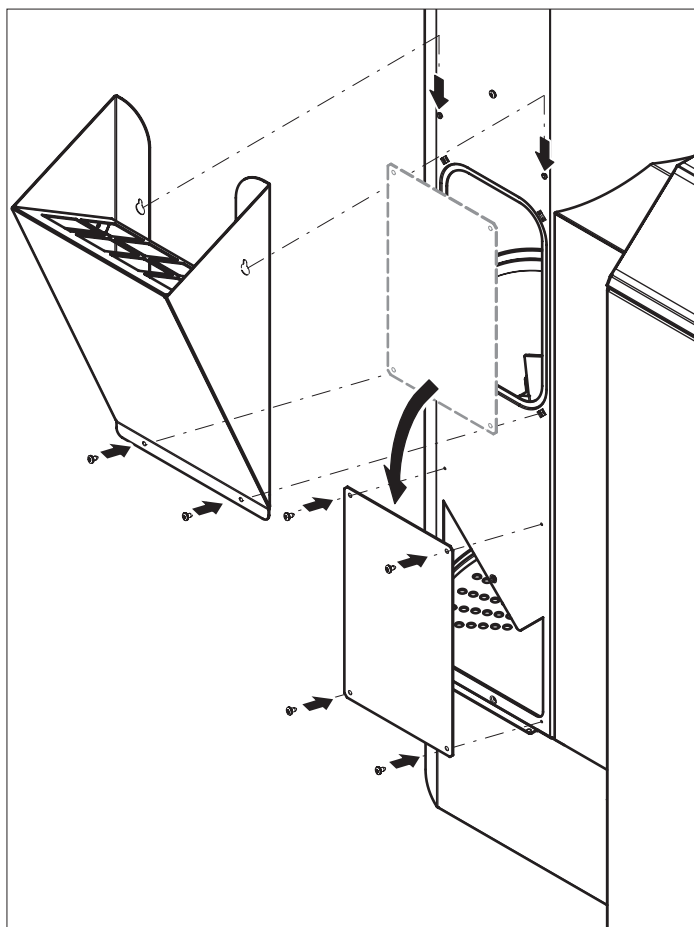

Fig. 78 Montare il contenitore pellet e il coperchio di revisione
- ▶ inserire i pellet nella stiva attraverso l'apertura di revisione con un piccolo secchio o una paletta, oppure fissare il contenitore pellet (accessorio – Contenitore pellet provvisorio o per il riempimento manuale della stiva, quando il convogliamento non è ancora terminato.) e inserire i pellet – Fig. 78.
- ▶ Montare il coperchio di revisione come protezione dal contatto davanti all'apertura della coclea di alimentazione – Fig. 78.